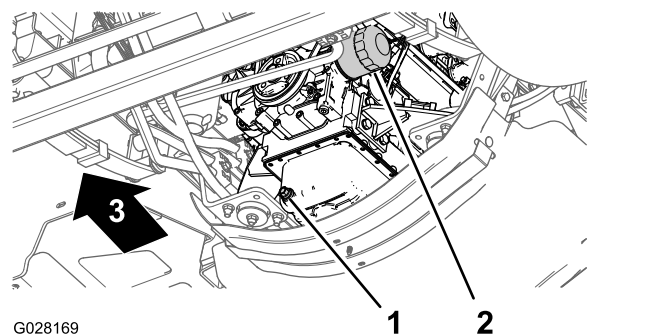

図 68
3. エンジンオイルフィルタの下にオイルを受ける容器をおく 図 68。
4. 古いオイルフィルタ 図 68 を外す。
8. アダプタにフィルタを取り付け、ガスケットがアダプタに当たるまでフィルタを右に回し、そこから更に 1/2 回転増し締めする 図 68。